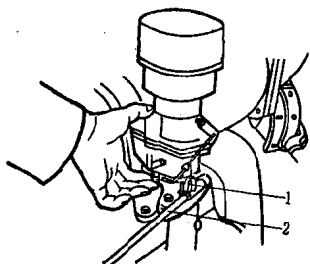

图 1-7 向气缸内泵油
- (5) 用调速器外壳上的弯杆将调速器拉杆卡住在低速位置, 并关闭阻风门。
- (6) 打开汽油箱开关, 稍停后, 按压汽化器上的手动油泵按钮, 向气缸内泵油2~3次(图1-7)。